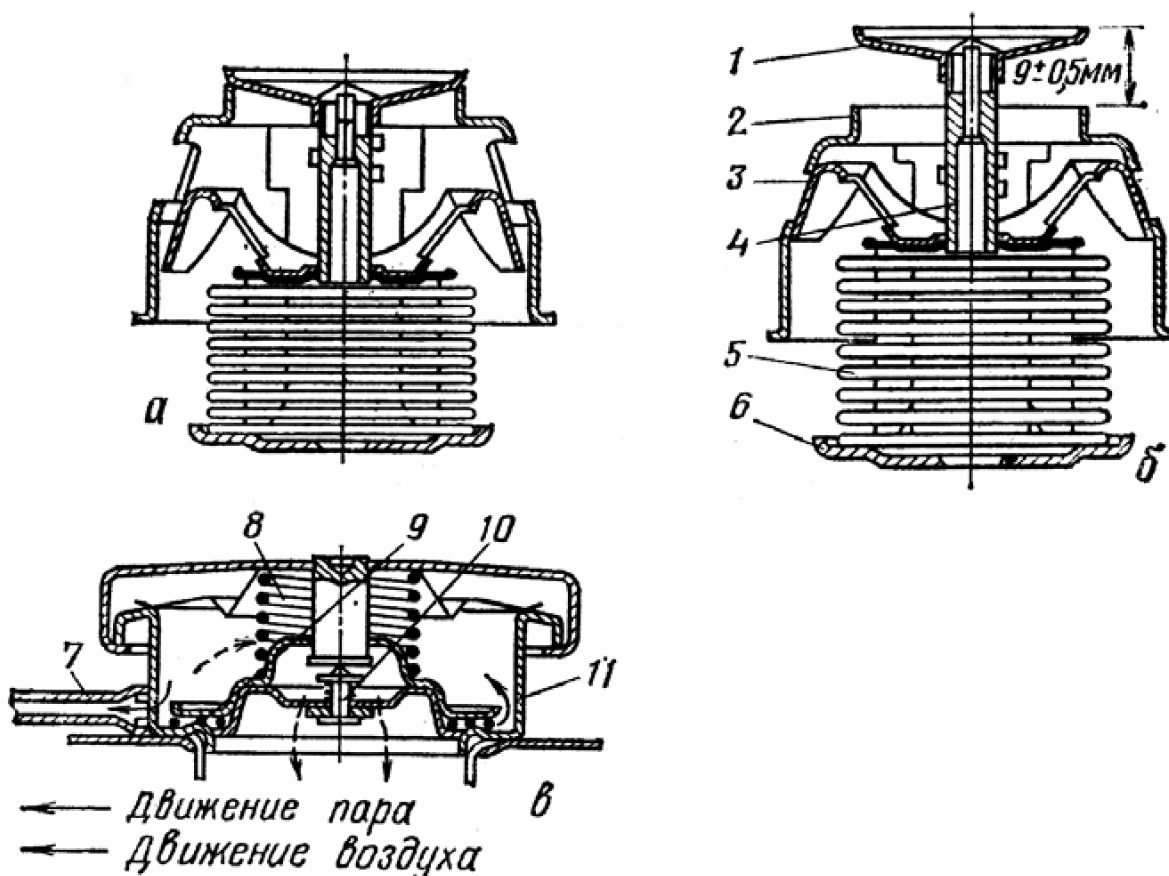

Рис. 2.10. Крышка заливной горловины (а) и термостат (б, в):
9. Изучите крышку заливной горловины радиатора. Рассмотрите, как обеспечивается уплотнение между крышкой и горловиной бака радиатора, из какой зоны выводится трубка 7 (рис. 2.10, в), впаянная в горловину.
6. По плакату или рис. 2.10 а, б изучите работу термостата и его конструкцию. Вспомните, когда и куда поступает жидкость через отверстие круглого клапана 11, через отверстия боковых клапанов. Обратите внимание, что если один клапан открыт, то другой закрыт. Подумайте, зачем это нужно.